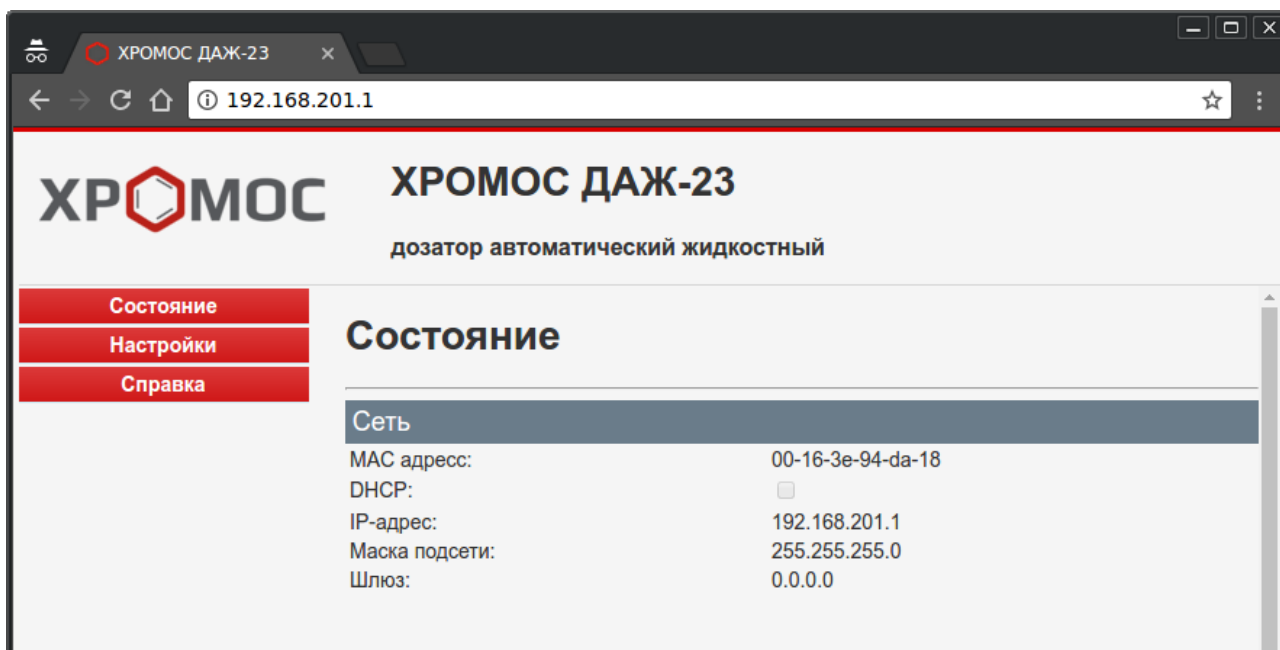

Рисунок 17 - Состояние. Сеть
- Пользователю откроется главная страница (Рисунок 17) на которой отображены текущие настройки сети и MAC - адрес дозатора.